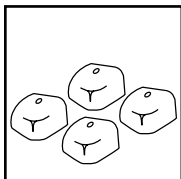
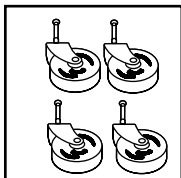

FIGURE 1
FIGURE 2
1. L'aspirateur sec/humide est livré avec quatre porte-roulettes **FIGURE 1**, quatre roulettes de manutention **FIGURE 2** et quatre vis.